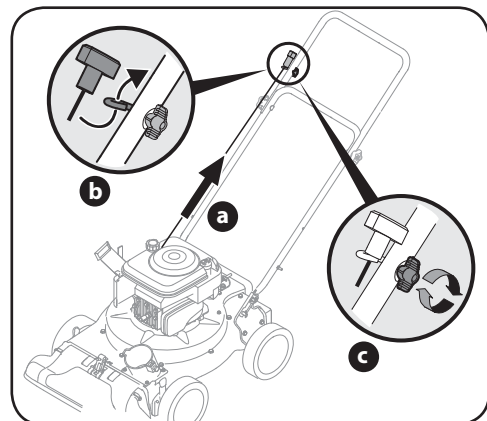

Figure 2-3
- Glissez la corde de démarrage dans le guide-câble. Voir Figure 2-3.